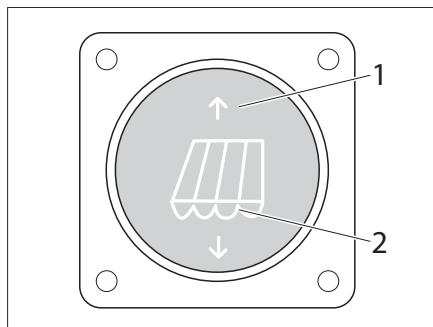
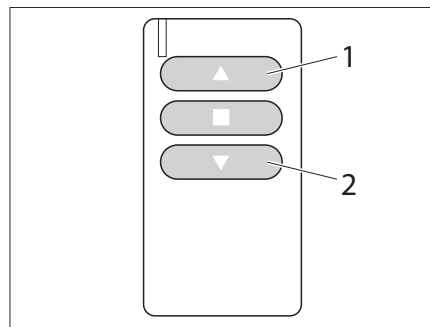

Fig. 37 Interrupteur pour store électrique
Fig. 38 Télécommande pour store électrique
Le store est également disponible en version avec moteur électrique. La commande s'effectue à l'aide de l'interrupteur (Fig. 37) ou bien d'une télécommande (Fig. 38).
- Appuyer sur la touche (Fig. 37/1) et/ou la touche (Fig. 38/1). Le store extérieur rentre.
- Appuyer sur la touche (Fig. 37/2) et/ou la touche (Fig. 38/2). Le store extérieur sort.